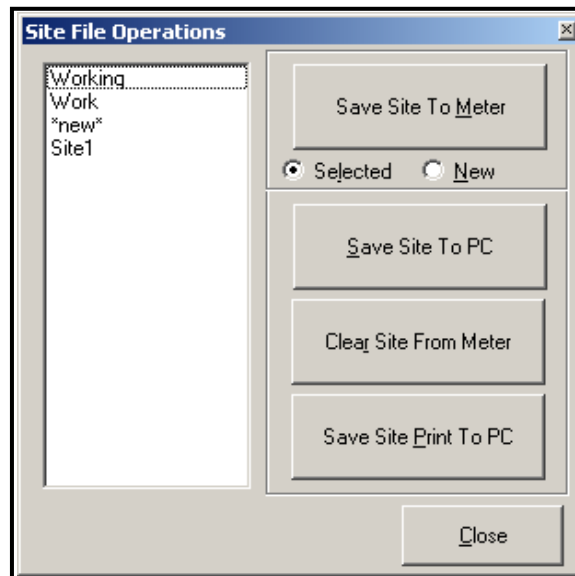

Figura 31: La ventana *Operaciones del archivo del sitio*
Para acceder a los archivos del sitio, haga clic en el botón *Archivos del sitio* en la ventana *Properties (Propiedades)*. Se abre la ventana *Site File Operations (Operaciones de archivo del sitio)* (mostrada en Figura 31).
1. Resalte el sitio deseado en el panel izquierdo. (Consulte Figura 31 en la página 91.)
1. Resalte el sitio en el panel izquierdo. (Consulte Figura 31 en la página 91.)